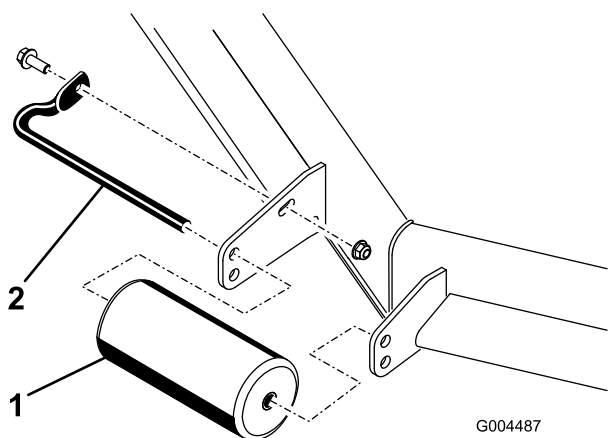

Figura 28
4. Retire os dispositivos de fixação que fixam cada rolo na plataforma do cortador e desloque os rolos para cima ou para baixo conforme desejado; consulte Figura 28 a Figura 32 conforme se aplique ao seu cortador.